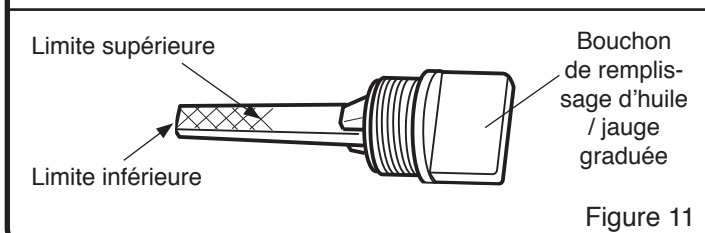

Figure 11
4. Lorsque le niveau d'huile est plein, l'huile sera située à la limite supérieure de la jauge graduée. Si le niveau d'huile est situé est près ou sous la limite inférieure, il faut ajouter de l'huile. (Voir Figure 11)